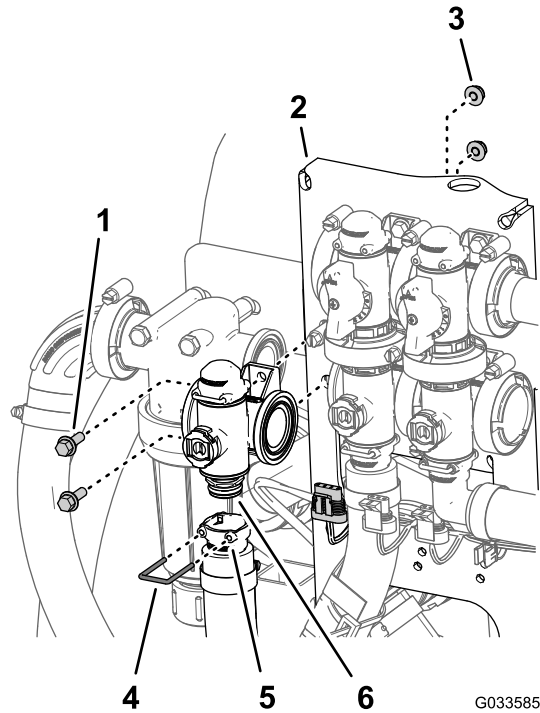

Figura 114
2. Retire la horquilla de retención que sujeta el conector de salida al conector del distribuidor de la válvula de control de caudal (Figura 114).
3. Retire los 2 pernos con arandela prensada (1/4" x 3/4") y las 2 tuercas con arandela prensada (1/4") que sujetan la válvula de control de caudal al soporte de la válvula, y retire el distribuidor de la válvula de la máquina (Figura 114).